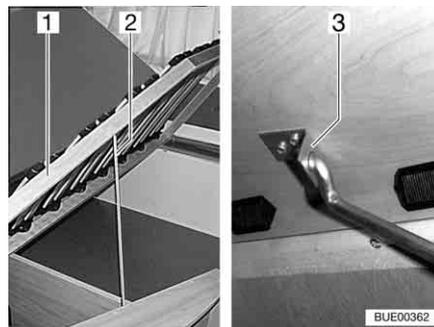

Fig. 64 Cama fija
- Levantar el somier (Fig. 64,1), soltar la barra (Fig. 64,2) del anclaje e introducirla en el agujero de la sujeción (Fig. 64,3).
- Levantar el somier (Fig. 64,1), soltar la barra (Fig. 64,2) de la sujeción (Fig. 64,3) y fijarla en el anclaje.